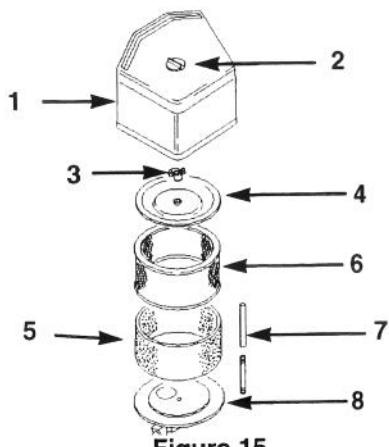

Figure 15
- C. Verser 30 à 60 ml d'huile sur l'élément (Fig. 15). Presser l'élément pour bien répartir l'huile.